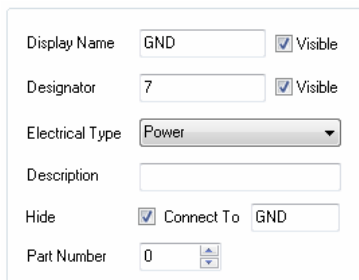
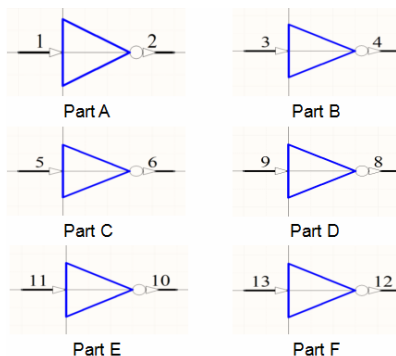

图 18-27 添加 GND 引脚
图 18-28 74X04 六个反相器的符号
（3）绘制第一个反相器的原理图符号并放置引脚，如图 18-27 所示。
进来,并且对引脚编号进行修改,修改后的 PartB 如图 18-28 所示。
(7) 按照步骤(4)~(6)的方法创建部件 PartC~PartF,创建好的元件如图 18-28 所示。
(8) 下面添加电源和接地引脚。这两个引脚是六个逻辑门共用的,可以把它们单独放在第 0 个部件中,第 0 个部件是一个特殊的部件,所包含的引脚是所有其他部件共用的。
(9) 放置接地引脚。在任意一个部件的编辑窗口放置新的引脚,Display Name 设为 GND,Designator 设为 7,Electrical Type 设为 Power,选中 Hide 复选框,连接网络设为 GND,Part Number 设为 0,如图 18-27 所示。